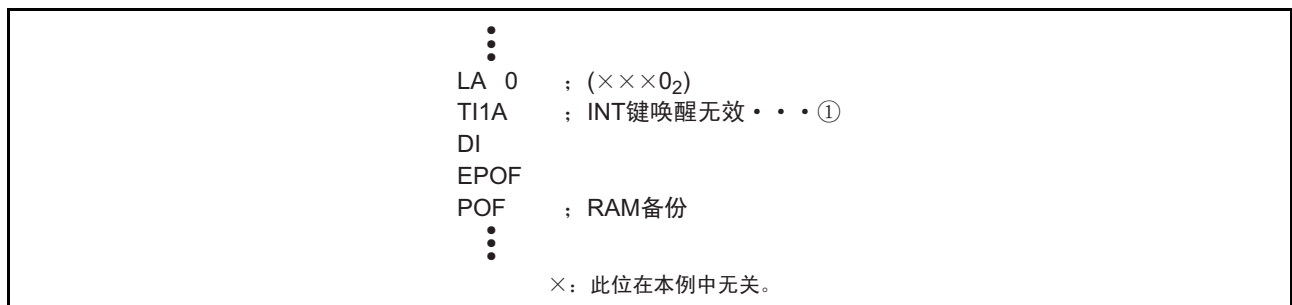

图 23 外部 0 的中断程序例 2
- 在禁止 INT 引脚输入时 (寄存器 I1₃= “0”), 必须在转移到 RAM 备份模式前将 INT 引脚的键唤醒设定为无效 (寄存器 L1₀= “0”) (图 23 ①)。